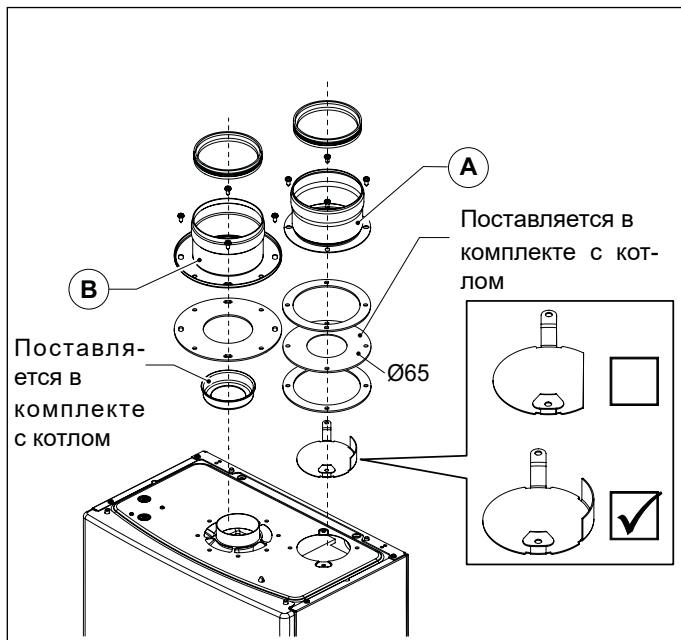

Рис. 10 OSDOPPIA13
- Смонтируйте соответствующий дефлектор воздуха (смотри Рис. 10 0SDOPPIA13).